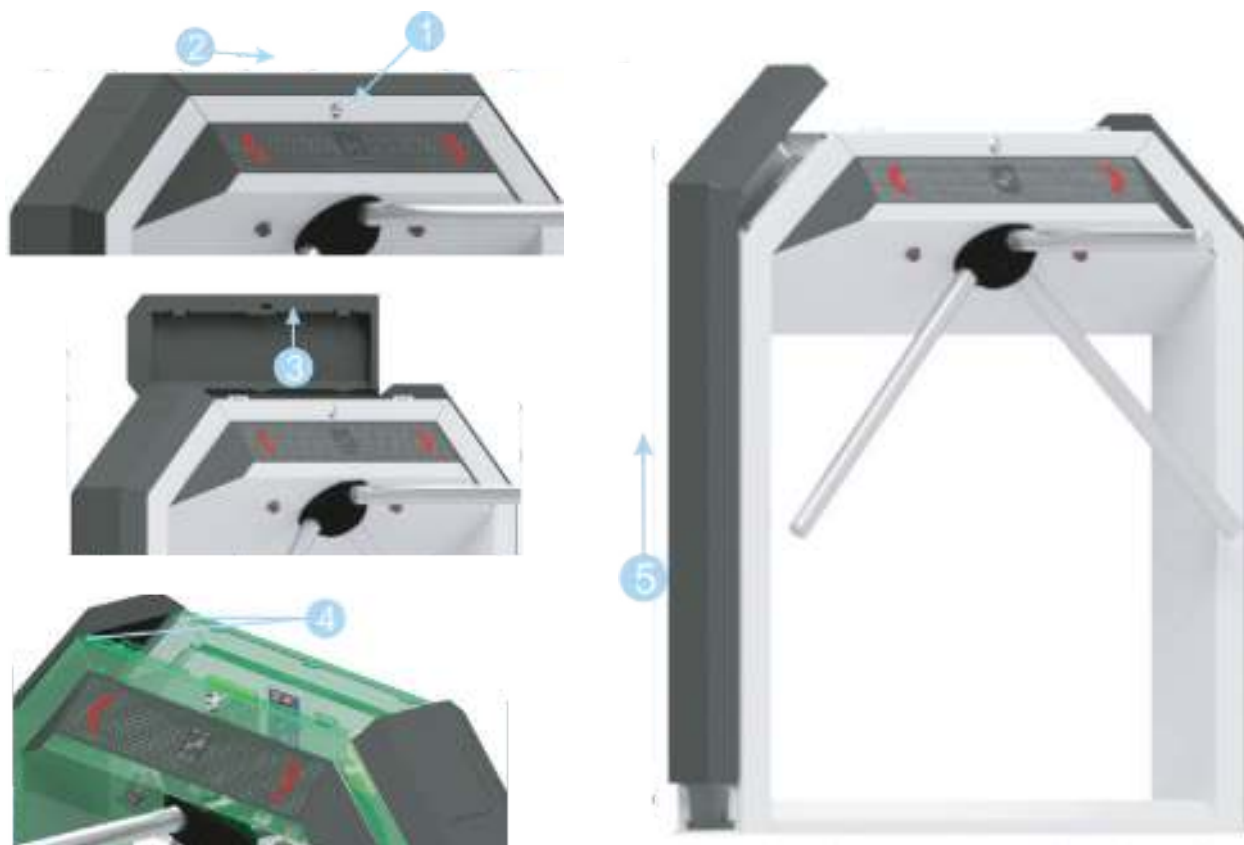

Рисунок 7.4.2 – Разборка кожухов турникета «STR-03»
- 1 Получить доступ к монтажному основанию и контроллеру управления турникетом, для этого необходимо выполнить следующие действия (см. рисунок 7.4.2):